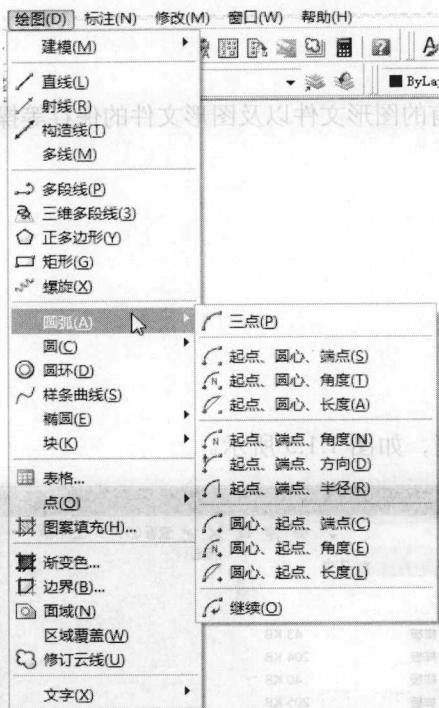

图 1.1.3 “绘图”的下拉菜单
(1) 命令后带“▶”表示该命令有下一级菜单，称为级联菜单，如图 1.1.3 所示的“圆弧”